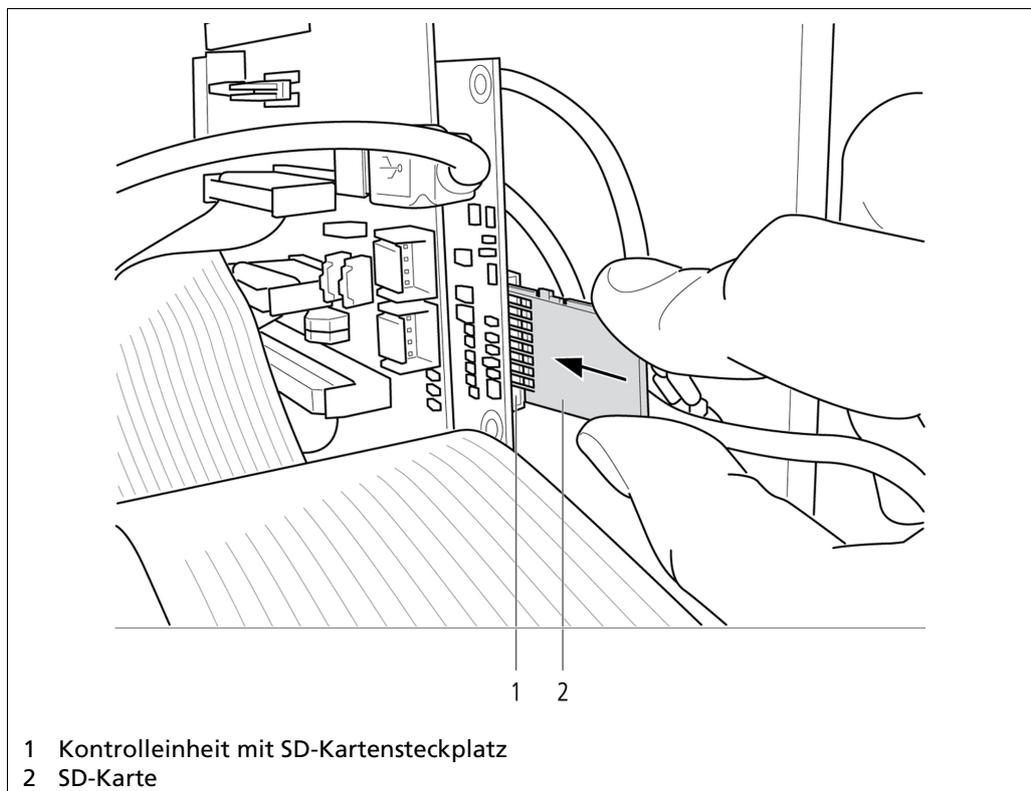

Abb. 13 Kontrolleinheit, Einbau der SD-Karte
3. Schieben Sie die SD-Karte (Abb. 13, Pos. 2) in den SD-Kartensteckplatz (Abb. 13, Pos. 1) an der Kontrolleinheit bis die SD-Karte eingerastet ist.